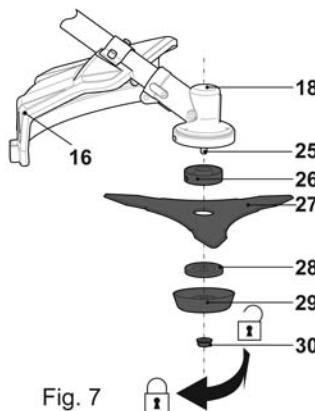

Fig. 7
- > Insira o flange de suporte (26) e rode até o orifício estar em paralelo com a ranhura da cabeça de instalação (18).
- > Insira a ferramenta (40) no orifício para bloquear a rotação do fuso.
- > Insira a lâmina (27) no fuso (25), assegurando-se de que a seta indicadora do sentido de rotação está virada para o mesmo sentido que o da proteção (16). A lâmina tem de estar perfeitamente alinhada com o anel saliente do flange de suporte (26).
- > Com a ferramenta múltipla [39], aperte a porca flangeada no sentido de rotação indicado (fig. 7).